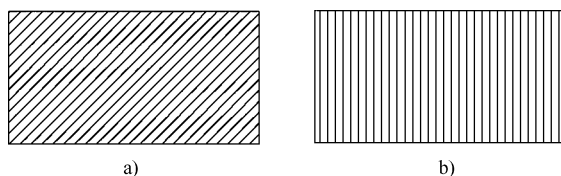

图 8-6 填充图案 “角度” 设置示例
- “图案填充角度” 文本框：用于确定填充图案相对当前 UCS 坐标系统的 X 轴的角度。角度的默认设置为 “0”，拖拉图标右侧的 “[” 符号可以改变角度。如图 8-6 所示为 ANSI31 金属剖面线的 “角度” 设置示例。